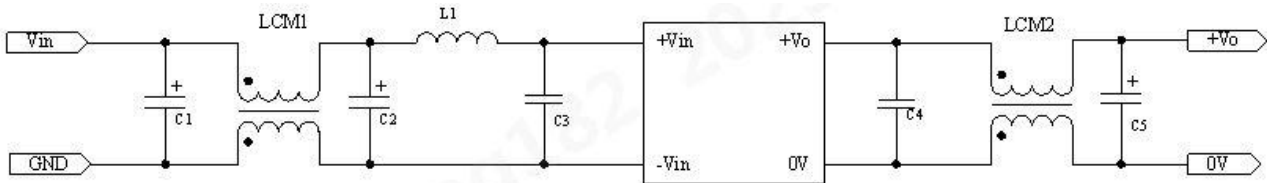

图 12
辐射骚扰	CISPR32/EN55032 CLASS A (推荐电路见图 12)
(1) 产品测试及应用时, 请按照图 12 推荐的测试电路搭建外围; 至少保障外接一个电解电容 C_{in} (≥470μF), 用于抑制输入端可能产生的浪涌电压;
(2) 如果产品输入端并联瞬变能量较大的电路(如并联电机驱动电路), 或会导致产品输入电压被拉低, 此时关注产品输入电压的波动, 建议适当增大输入端电解电容 C_{in} 的容值, 以保障输入端电压稳定, 避免输入电压低于欠压保护点导致产品重复启动的情况;
(3) 如果产品输出端为感性负载时(如继电器、电机), 建议增大输出电容 C_{out} 容值, 并增加 TVS 管, 用以滤除电压尖峰;
(4) 如需进一步减少输入输出纹波, 可适当加大外接电容 C_{in}、C_{out} 容值或选用串联等效阻抗值小的外接电容;